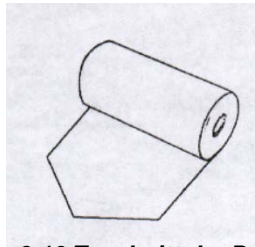

Abbildung 6-10 Zuschnitt der Papierrolle
3. Schneiden Sie den Anfang der Papierrolle zurecht, wie in Abbildung 6-10 dargestellt.